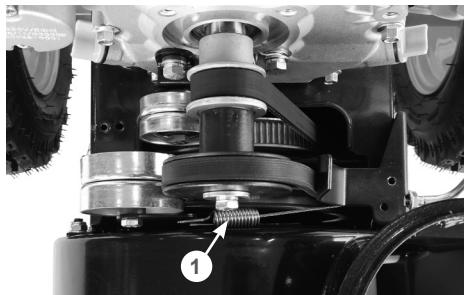

Рис. 9 Регулировка троса включения шнеков
- нажмите рычаг включения шнеков. При полностью нажатом рычаге включения шнеков пружина 1 должна быть растянута на 0,5 - 1 см (Рис. 9);